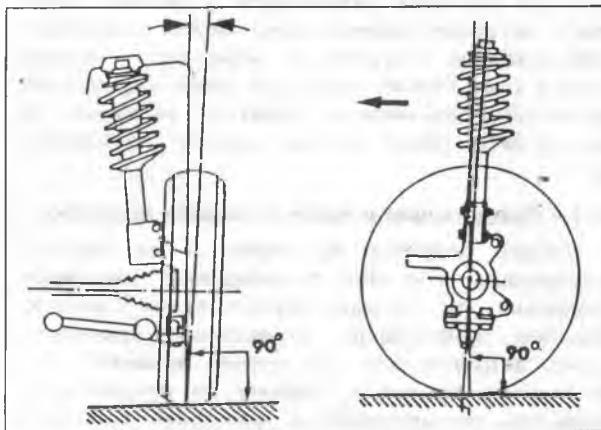

Рис. 221
- ♦ Развал передних колес - угол установки колес относительно вертикали, если смотреть на автомобиль спереди (Рис.221 слева).
- ♦ Продольный наклон оси поворота - угол расположения оси поворота относительно вертикали, если смотреть на автомобиль сбоку (Рис.221 справа).